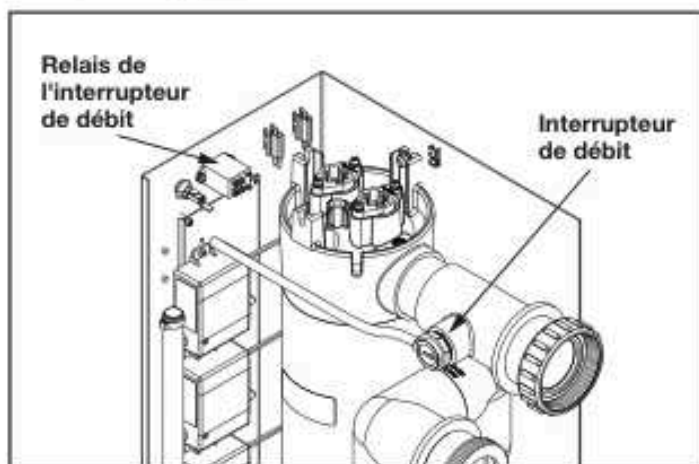

Figure 9. Raccordement de l'interrupteur de débit et du relais électrique du système JAOPX500
4. Débrancher les connecteurs de l'interrupteur de débit du relais de l'interrupteur de débit au-dessus de l'ensemble de générateur d'ozone. Voir la Figure 9.